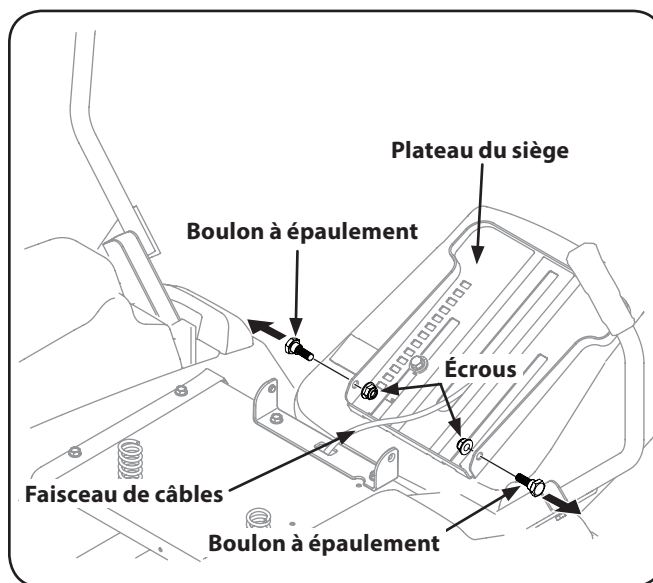

Figure 3-2
2. Retirez les deux boulons à épaulement et les deux écrous autobloquants du plateau du siège. Voir Figure 3-2.